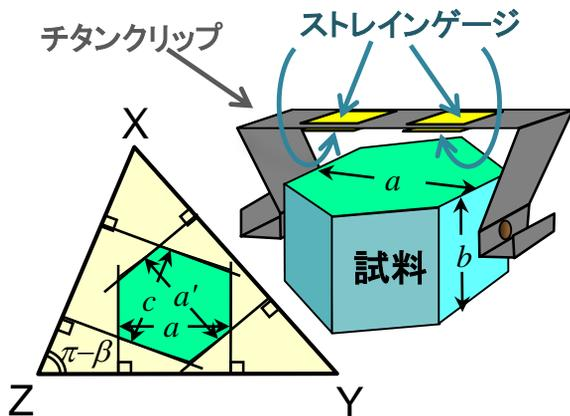

図1 クリップ型ストレインゲージ熱膨張計による単斜晶系試料の測定（ a 軸方向の測定例）
- ▶ 我々が開発したクリップ型ストレインゲージ熱膨張計では、単斜晶系の3結晶軸方向 a , b , c と更に独立なもう一つの方向 a' に垂直な面を持つ六角柱試料（図1）で全ての成分を測定できる。